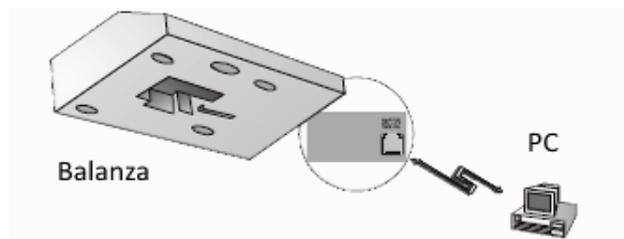

Figura 11. Conexión entre balanza y ordenador.
6. Conectar el cable de comunicación entre la balanza y el ordenador, ver figura 11.